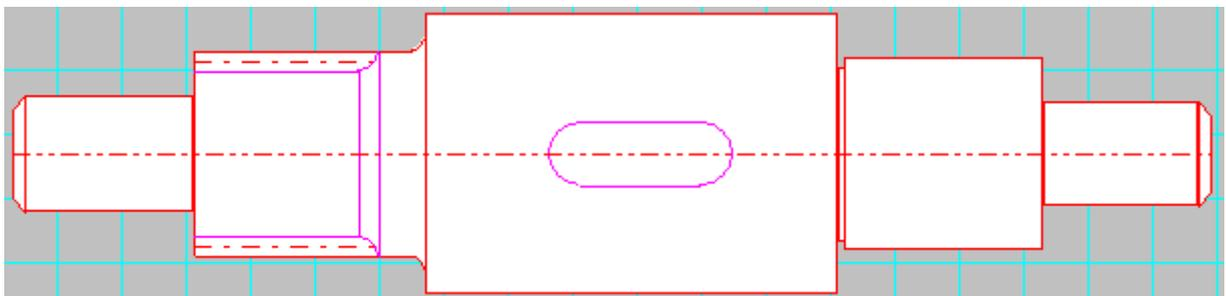

Рисунок 2.22 Результат задания шлицевого соединения
**Задание 11.** Задайте произвольное эвольвентное шлицевое соединение по образцу (рисунок 2.22)